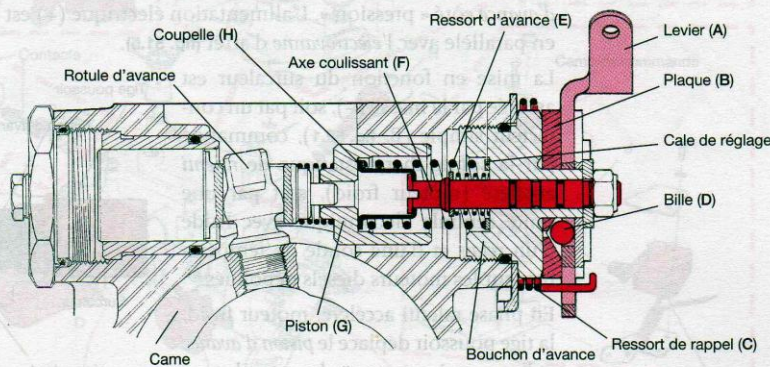

Figure 51.1. Surcaleur manuel
Incorporé du côté *ressort* au dispositif d'*avance* classique, le dispositif (fig. 51.1) comporte trois billes (D) logées dans des évidements du levier (A) et la plaque (B) comporte trois bossages. En déplaçant le levier (A) à l'aide d'un câble, les billes vont, en montant sur les bossages, tirer l'axe coulissant (F) et comprimer ainsi le ressort d'*avance* (E). Le début d'injection se trouvera donc avancé. Dès que le ressort d'*avance* (E) sera comprimé par la rotule d'*avance* (augmentation de la *vitesse de rotation*), l'axe coulissant (F) se trouvera libéré et le ressort de rappel (C) ramènera le dispositif en position « repos ».